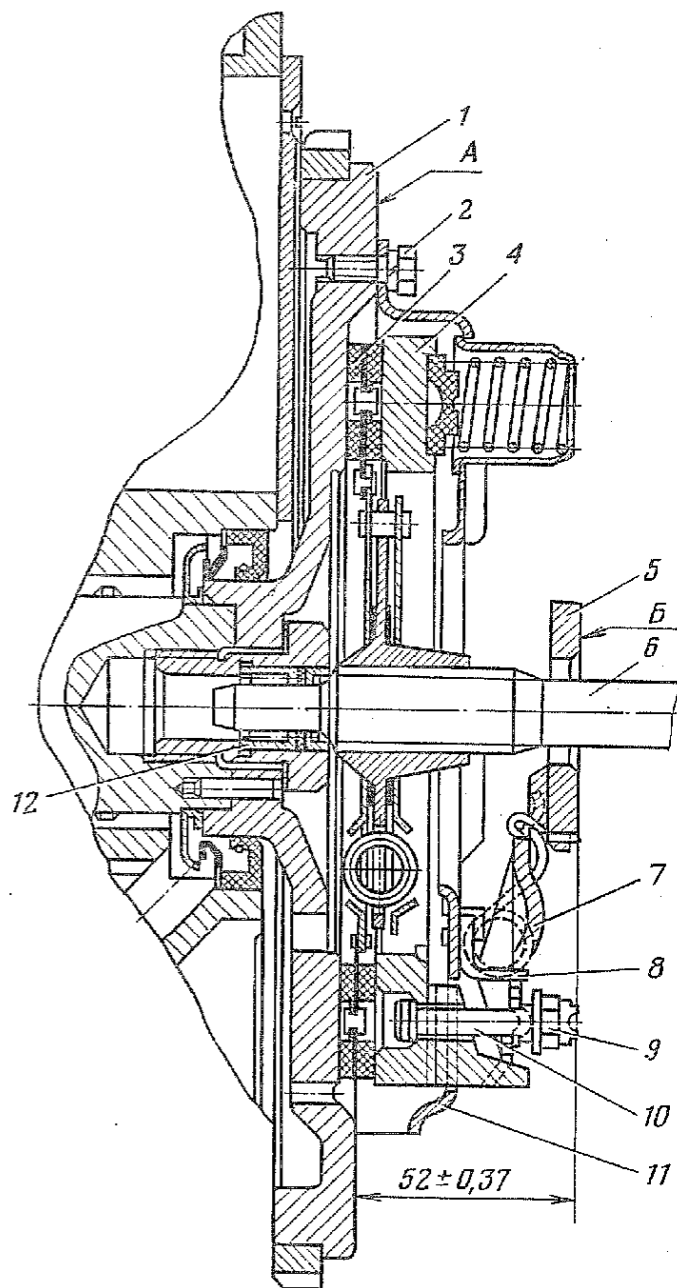

Рис. 50. Установка ведомого диска сцепления с помощью оправки:
1.2. Нанести метки на кожухе 11 (рис. 50) нажимного диска и маховике 1.
2.1. Заложить 2—3 см³ тугоплавкой смазки ЛЗ-31 в игольчатый подшипник 12 (рис. 50) ведущего вала коробки передач.
Примечание. Высотой контрольной стойки задан необходимый размер 52 мм между плоскостью А (рис. 50) маховика и плоскостью В пяты (приспособление для регулировки положения пяты).
Примечание. Регулировать пяту гайками 9 (рис. 50), предварительно их расстопорив. При регулировке рычаги 7 сместить в крайнее положение от центра до упора в стойки 8.